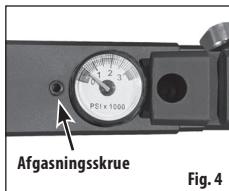

Fig. 4
2. Afgangsskruen sidder i bunden af våbenet ved siden af regulatormåleren (Fig. 4).